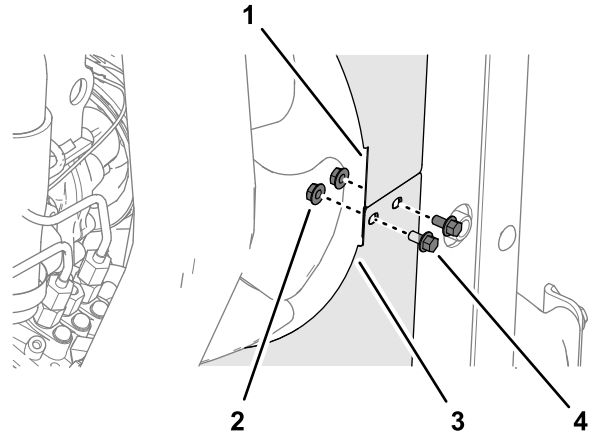

Bild 37
8. Montieren Sie auf der linken Seite der Maschine die oberen und unteren Lüfterverkleidungen (Bild 37) mit zwei Bundkopfschrauben ($\frac{1}{4}'' \times \frac{1}{2}''$) und zwei gezahnten Bundmuttern ($\frac{1}{4}''$).